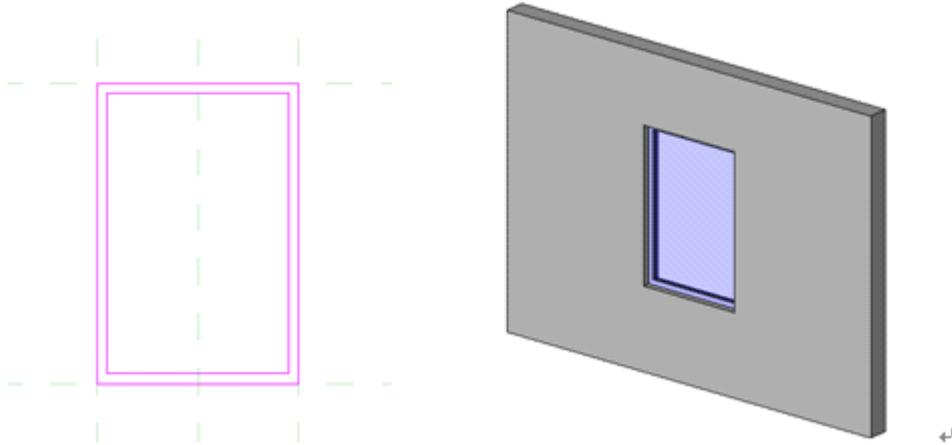

图 19.12-2
- 设置墙中心线为工作平面，单击“创建”选项卡，“形状”面板中“实心”工具下拉按钮，使用拉伸命令绘制窗框、玻璃及添加材质（如图 19.12-2 所示）。